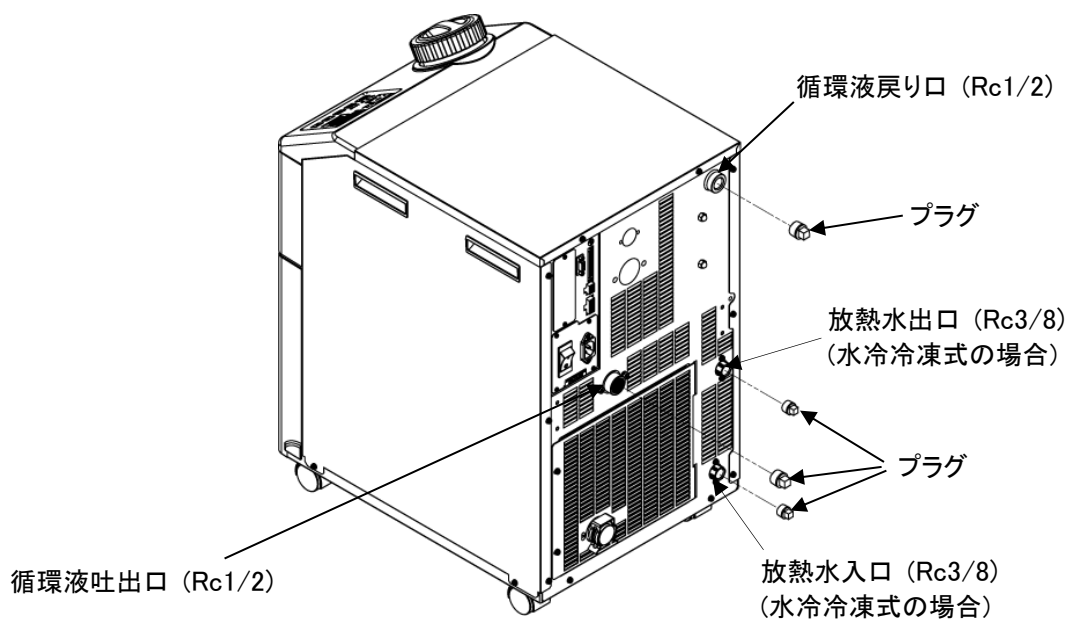

図 8.4-3 プラグの取付け
9. 図 8.4-3 プラグの取付けを参照し、本製品の循環液吐出口・戻り口にプラグ(Rc1/2)、放熱水出入口(水冷冷凍式の場合)にプラグ(Rc3/8)を取付けます。